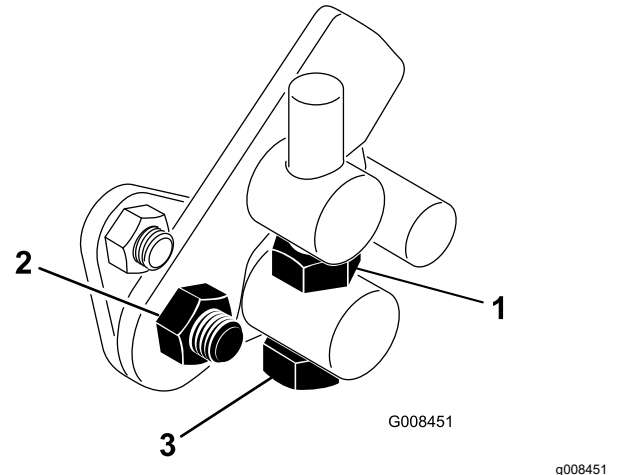

Figura 43
1. Allentate il controdado sul bullone di articolazione (Figura 43).
4. Serrate il controdado sul bullone di articolazione e il dado sul perno del pedale per fissare la regolazione (Figura 43). Controllate la messa a punto, e all'occorrenza ripetete la regolazione.